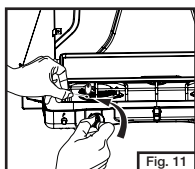

Fig. 11
- Tenez une allumette enflammée près du brûleur et ouvrez la commande. (Fig. 11 et Fig. 12)